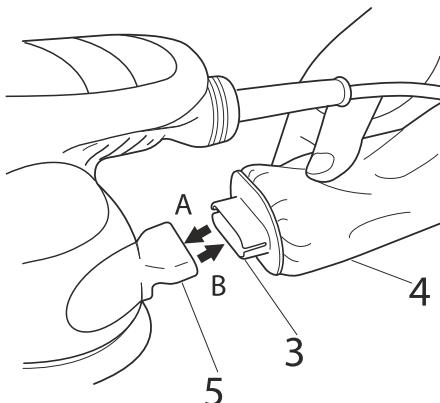

рис. 2
Для того чтобы прикрепить пылесборный мешок возьмите его как показано на Рис. 2 и установите пылеулавливающий клапан в пылеотводящее отверстие, нажимая в направлении стрелки A.
**Снятие пылесборного мешка:** Для того чтобы снять пылесборный мешок возьмите его как показано на Рис. 2 и извлеките пылеулавливающий клапан из пылеотводящего отверстия, вытягивая в направлении стрелки B.